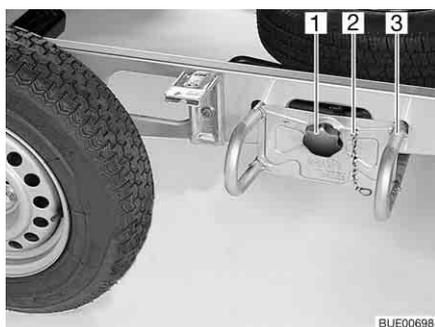

Fig. 237 Supporto per la ruota di scorta
- Sganciare la catena di sicurezza (Fig. 237,2).
- Svitare la manopola (Fig. 237,1) ed estrarla.
- Sfilare il supporto per la ruota di scorta (Fig. 237,3) di ca. 10 cm e riporlo a terra.